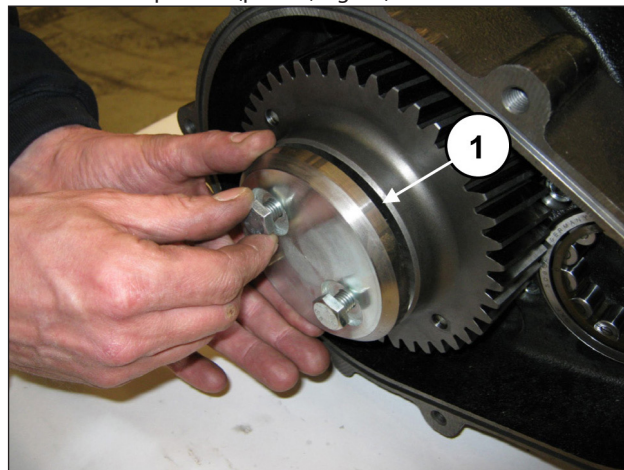
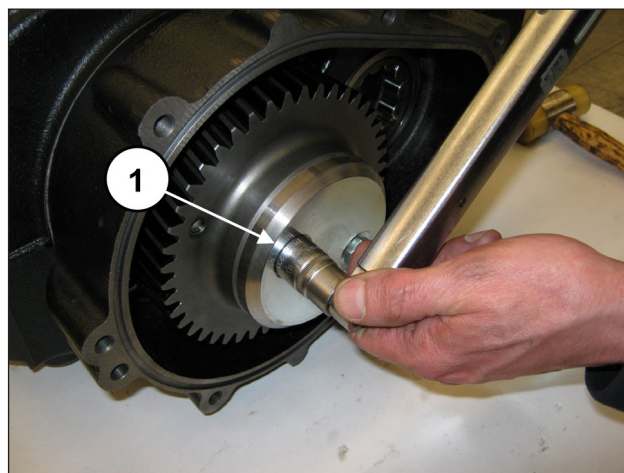

Fig. 76
Fig. 77
Fixe a fixação da coroa (pos. ①, Fig. 76) usando os dois parafusos M10x25. Calibre os parafusos com chave dinamométrica, conforme indicado no capítulo 3 (pos. ①, Fig. 77).